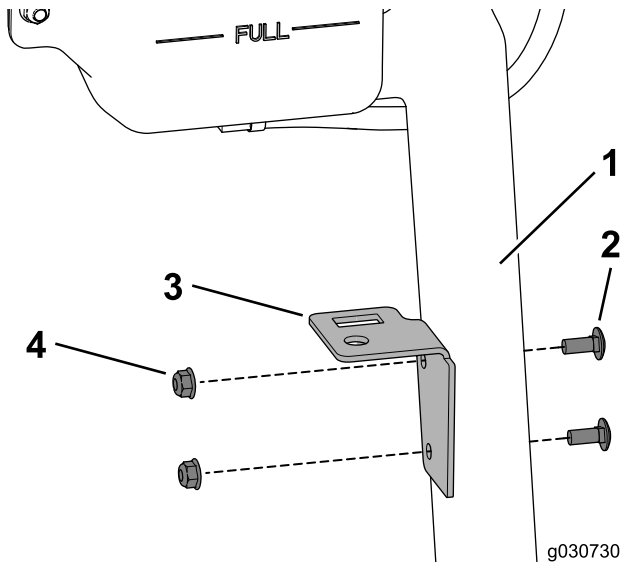

Bild 33
1. Befestigen Sie die Behälterplatte mit zwei Schlosssschrauben (5/16" x 3/4") und zwei an der Stütze der Kühlmittelflasche (Bild 33).